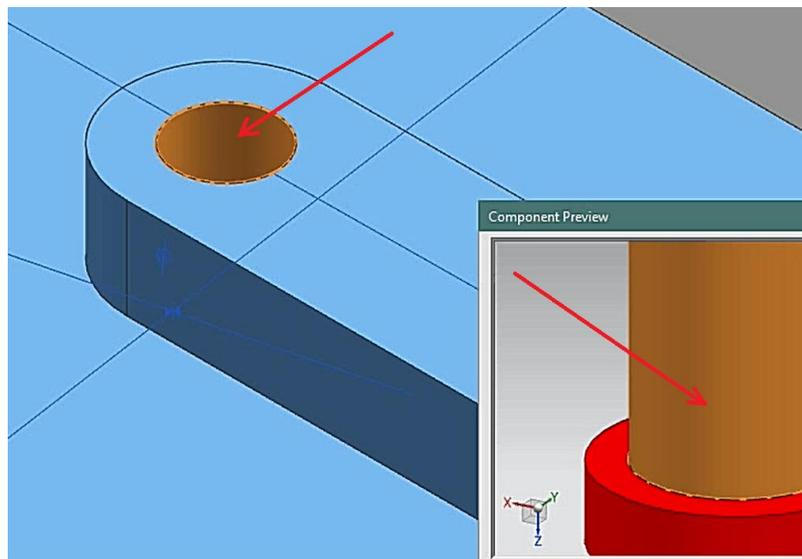

Figura 1.38 Superficie interior de barreno en **biela2a.prt** y superficie lateral de **perno2a.prt**.
- Agregar una restricción, de tipo **Fit**. Seleccionar la superficie lateral del **perno2a.prt** y la superficie interior del barreno en la pieza **biela2a.prt** (Figura 1.38).